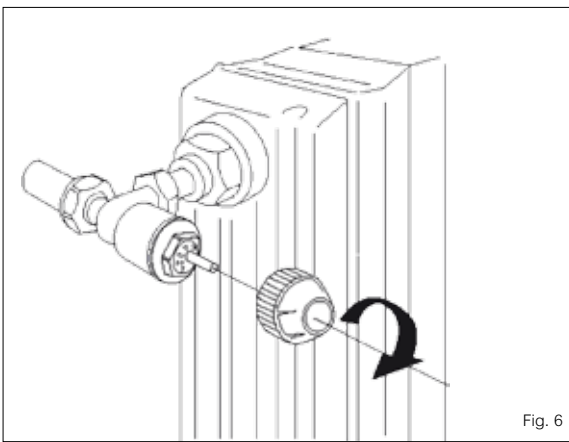

Fig. 6
- 1) Togliere il cappuccio o il volantino dal corpo valvola (**Fig. 6**).